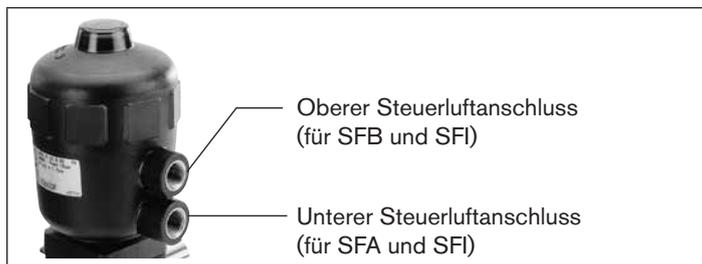

Bild 30: Steuerluftanschluss
- Unterer Steuerluftanschluss mit Druckluft (Wert wie auf dem Typschild angegeben) beaufschlagen (siehe „Bild 30: Steuerluftanschluss“). Dies ist erforderlich, damit sich die Membran vom Gehäuse löst und nicht beschädigt wird.
- Unterer Steuerluftanschluss mit Druckluft (Wert wie auf dem Typschild angegeben) beaufschlagen (siehe „Bild 30: Steuerluftanschluss“).
- Oberer Steuerluftanschluss mit Druckluft (Wert wie auf dem Typschild angegeben) beaufschlagen (siehe nachfolgendes „Bild 30: Steuerluftanschluss“).